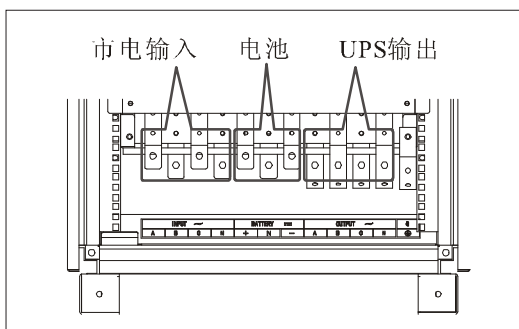

图 5-4
- 2) 将 UPS 输入、输出配线和电池配线穿过防鼠板上的出线胶圈，按标识接到对应的铜条上（铜条上的标识如图 5-4）。